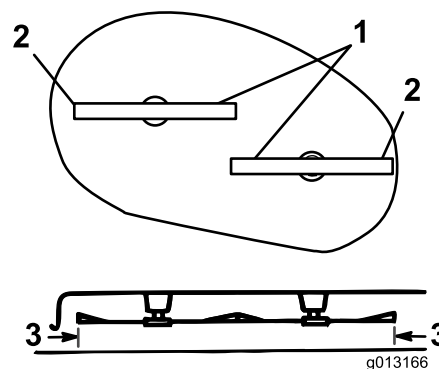

Bild 43
1. Drehen Sie die Schnittmesser vorsichtig von einer Seite zur anderen (Bild 43).
2. Messen Sie den Abstand zwischen den äußeren Schnittkanten und der ebenen Oberfläche (Bild 43). Stellen Sie sicher, dass sich die Werte um höchstens
- Heben oder senken Sie die rechte Seite des Mähwerkgehäuses durch Drehen der Muttern an, bis sich der Abstand zwischen den Außenkanten der Messer und der flachen Oberfläche (Bild 43) um höchstens 3 mm unterscheidet; ziehen Sie die Muttern an den verstellbaren Front- und Hecklenkern an.